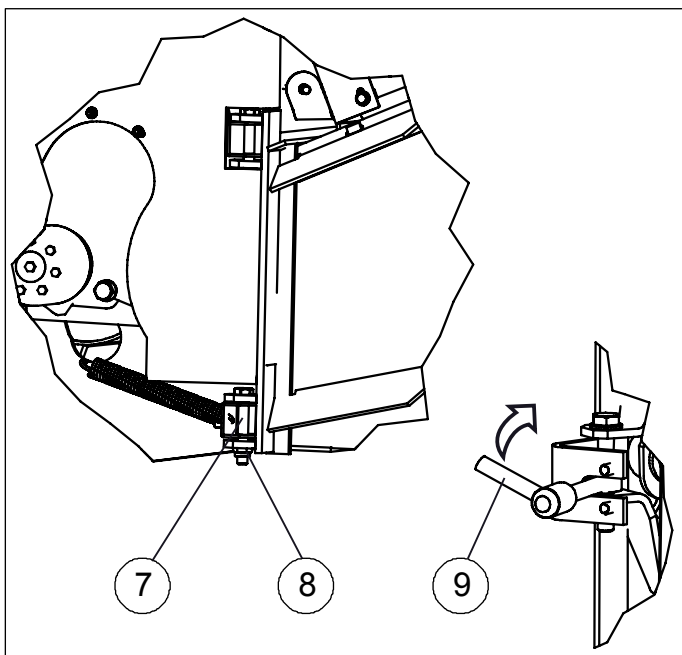

Bild 4a. Montering av inmatningsträtt
2. Montera inmatningstratten på matarens stomme med två bultar M12x80 (7) och låsmutterar (8) Lås tratten i driftsläget (9). Bild 4a.